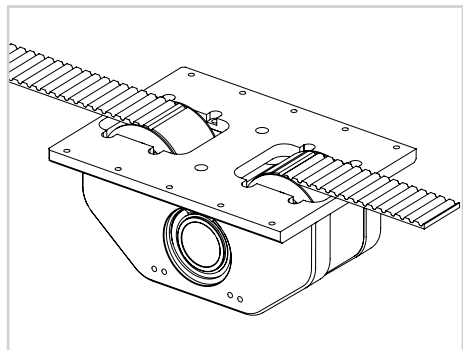

Fig. 15
- 8) Inserire la nuova cinghia nella testata motrice, verificando che i denti siano orientati in modo da innestarsi sulla puleggia motrice (vedi Fig. 15).